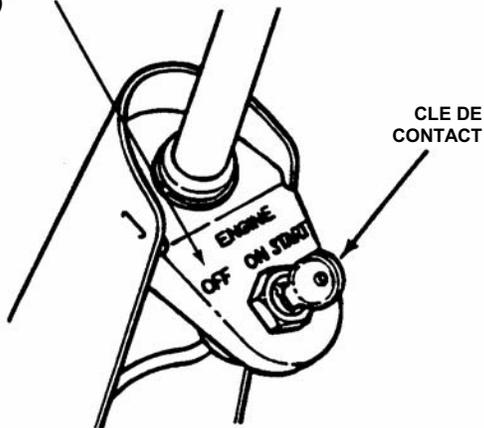

FIGURE 2.13
1. Arrêtez le moteur en tournant la clé de contact en position arrêt (OFF). Voir la figure 2.13.